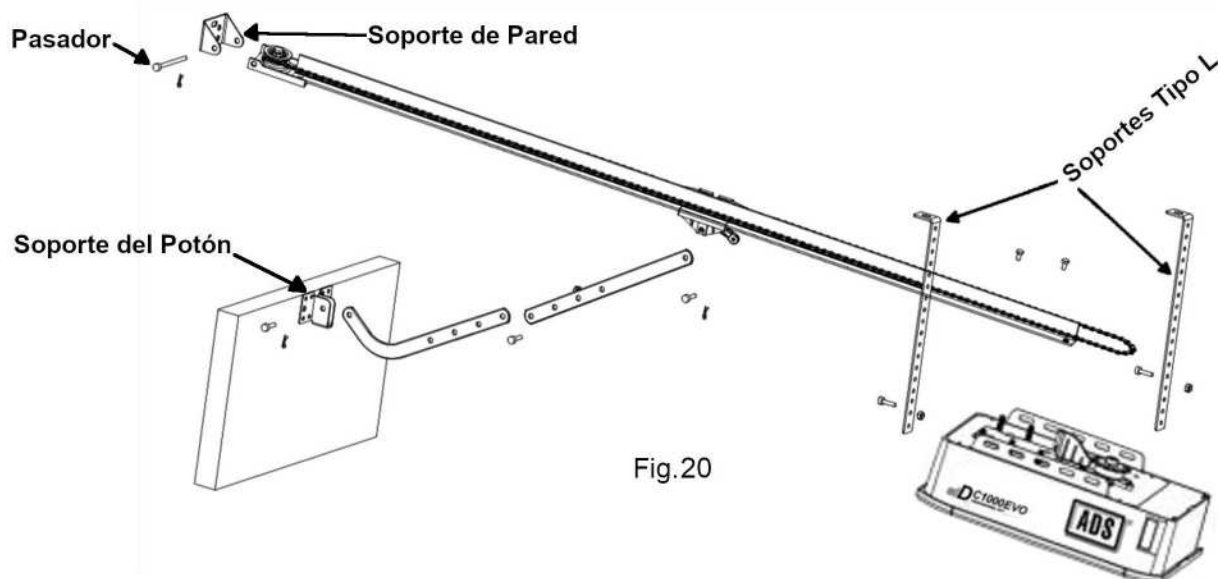
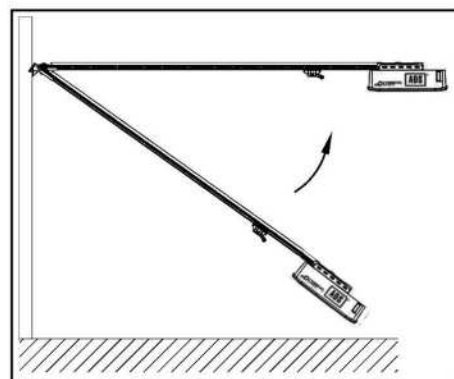

Fig.20
Fig.21
1. Ensamble el Abrepuertas de Garaje al Riel "T" de acero tal y como se indica. (Fig. 20)
2. Coloque el Abrepuertas de Garaje ensamblado con el Riel de Acero centrado sobre el Piso del Garage, con el Abrepuertas de Garaje alejado del Portón. Levante la parte Delantera del Riel hasta el Soporte de la Pared (Fig.20) y Fijelo con el Pasador del Soporte de Pared. (Fig.21)
3. Levante y Apoye el Abrepuertas de Garaje con una Escalera, Alinee el Riel con la Línea Central marcada en el Portón, el Riel debe quedar a nivel (Fig.21). Fije el Abrepuertas de Garaje y el Riel al Techo mediante los Soportes Tipo "L". (Fig.21)